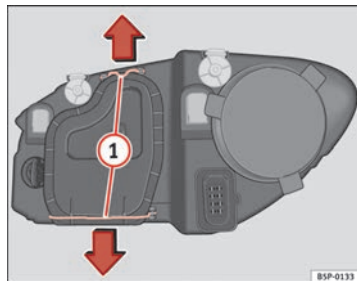

Fig. 190 Feux de croisement
- Déplacez les tirants ⇒ fig. 190 ① dans le sens de la flèche puis retirez le cache.